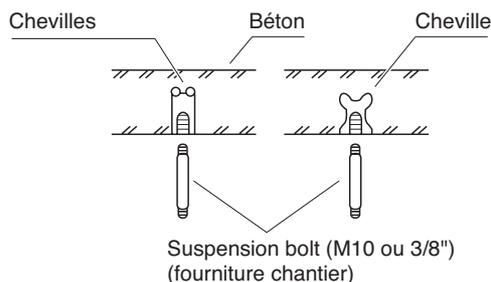

Fig. 3-58
- Insérez les tiges filetées comme indiqué sur la figure 3-58
- (2) Vissez les tiges filetées en les laissant dépasser du plafond comme illustré sur la figure 3-58. (Découpez le plafond le cas échéant.)